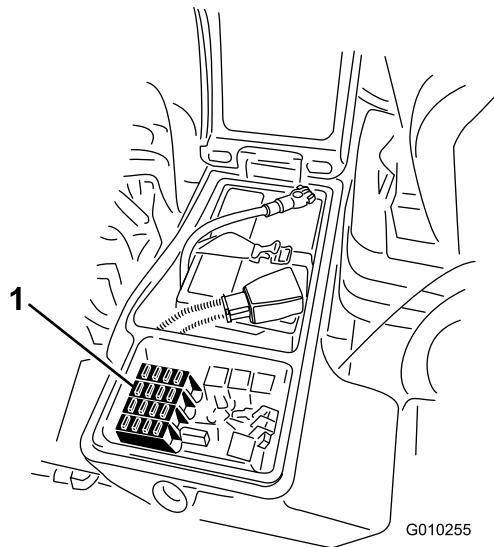
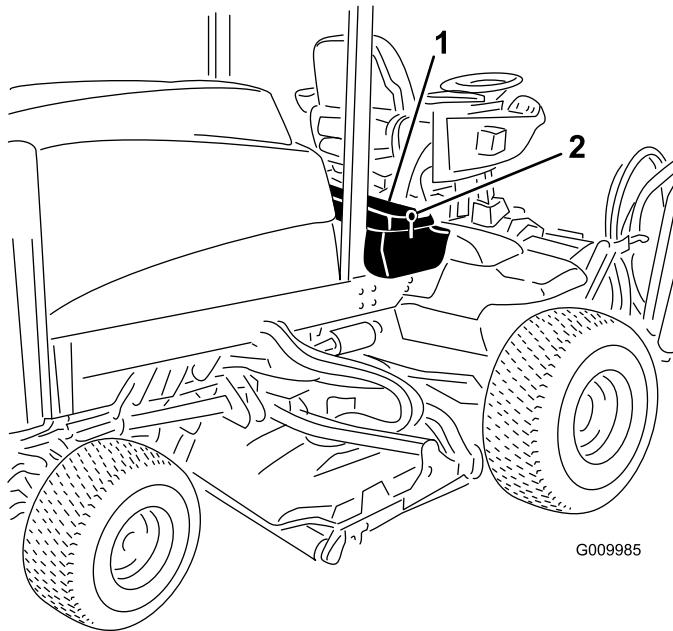

Bild 52
Bild 51
1. Lösen Sie den Riegel für die Abdeckung des rechten Ablagekastens und heben Sie die Abdeckung (Bild 51) hoch, um an den Sicherungsblock zu gelangen (Bild 52).
2. Wechseln Sie ggf. die offenen Sicherungen aus (Bild 52).
3. Schließen Sie die Abdeckung des rechten Ablagekastens und befestigen Sie die Abdeckung mit dem Riegel (Bild 51).